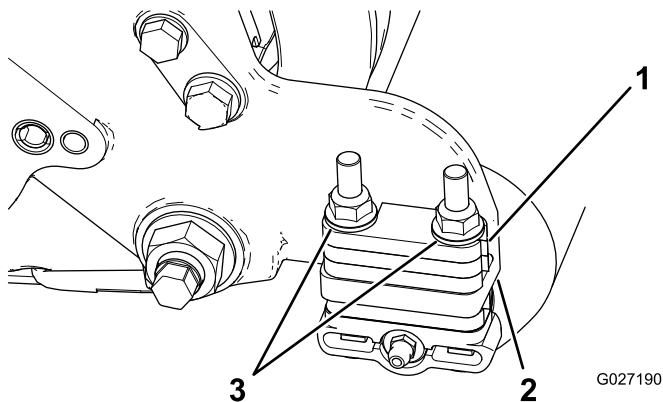

Рисунок 5
- Выверните две фланцевые контргайки, которые крепят кронштейны катка к боковым пластинам, а также снимите все проставки толщиной 6 мм, которые расположены на верхней стороне монтажного фланца боковой пластины (Рисунок 5).